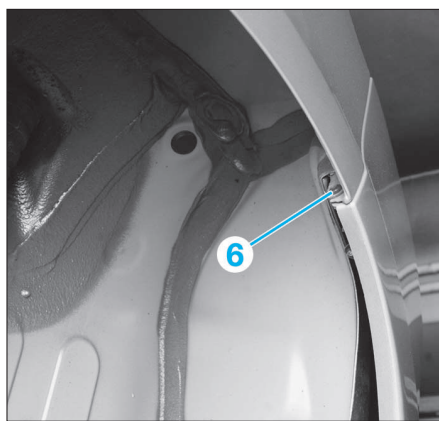

FIG. 115
- Déposer les vis (6) (Fig.115).